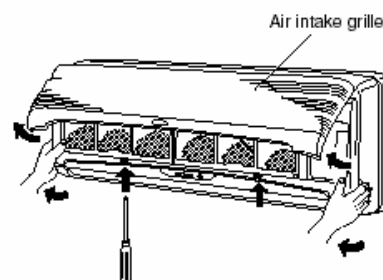

Fig. 14b
(3) Otez la grille (Figure 14b)